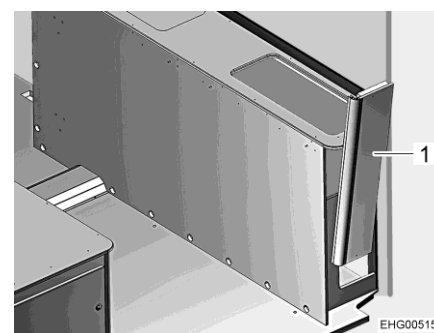

Fig. 110 Coffre de banquette droit, paroi latérale
- Retirer la paroi latérale (Fig. 110,1) par le haut en exerçant de légères secousses.